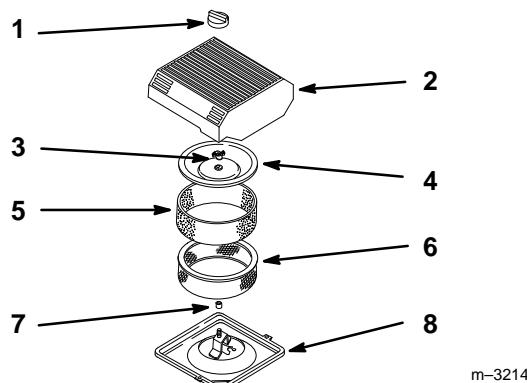

Figure 20
Dévisser le bouton et déposer le capot du filtre à air (Fig. 20).
2. Faire glisser délicatement l'élément en mousse pour le retirer de l'élément en papier (Fig. 20).
3. Dévisser l'écrou du couvercle et déposer le couvercle et l'élément en papier (Fig. 20).
1. Glisser délicatement l'élément de filtre en mousse sur l'élément en papier (Fig. 20).
2. Mettre les éléments assemblés en place sur l'embase du filtre à air (Fig. 20).
3. Poser le couvercle sur le filtre et le fixer à l'aide de l'écrou (Fig. 20).